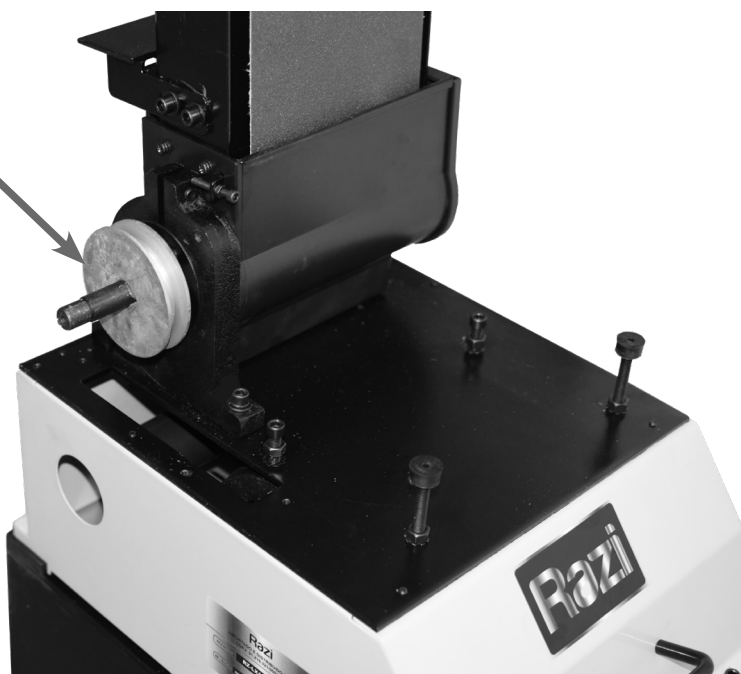

FIGURA 38 – Remoção da Correia
11. REMOVER a Correia (15) velha ou desgastada (figura 38);
12. INSTALAR uma nova Correia (15) encaixando-a na Polia Motora (13), na ponta do eixo do Motor (04) e na Polia Movida (14) (figura 38);